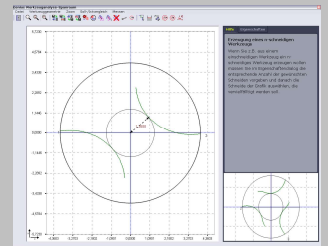

Bild 5
3. Bei vielen Werkzeugen ist die **Nutkontur** wichtig für den Spanabfluss und somit Funktionsfähigkeit des Werkzeugs selbst. Mit ZOLLER »genius 3« wird die Kontur des Spanraums berührungslos (ohne Taster) in Sekunden abgescannt und als Schnittgrafik dargestellt (Bild 5). Diese Kontur kann einem Soll-/Istvergleich mit einer DXF-Sollkontur unterzogen werden und ist als DXF exportierbar. Mit der automatischen Berechnung der Spiralsteigung dient diese Kontur auch zum Profilieren der Schleifscheibe und somit zum Erzeugen einer identischen Werkzeugkopie.